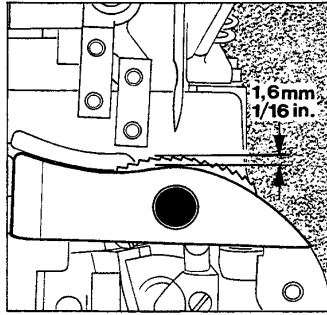
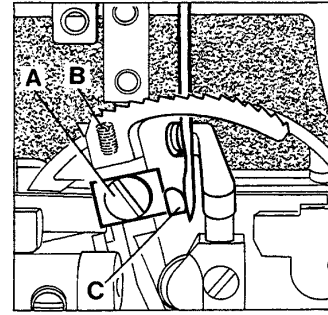

Fig.9
Fig.10
The lower feed dog is set correctly when its teeth rise slightly more than the depth of a full tooth (approx. 1.6 mm (1/16") above the throat plate (see Fig. 9). To raise or lower the feed dog loosen screw (A, Fig. 10) and set the feed dog to the specified height. Retighten screw (A). Now reset stop screw (B) in feed dog to maintain the adjusted feed dog height.
Set the needle guard (C, Fig. 10) so that it just touches the needle when it is at its most forward point of travel. To move guard forward or backward loosen screw (A) and move needle guard as required. Retighten screw.
El ajuste correcto del diente inferior de arrastre se logra cuando los dientes sobrepasan aprox. 1,6 mm la plancha de la aguja (Ver Fig. 9). Para bajar o subir el transportador hay que soltar el tornillo (A, Fig. 10) ajustar la altura del diente de arrastre y apretar el tornillo (A) otra vez. Ahora hay que ajustar el contra-tornillo (B) para mantener esta posición.
Fijar el guarda aguja (C, Fig. 10) de tal manera que en el punto mas avanzado de su movimiento toque levemente la aguja. Para este ajuste hay que soltar el tornillo A y mover el guarda aguja como sea necesario.